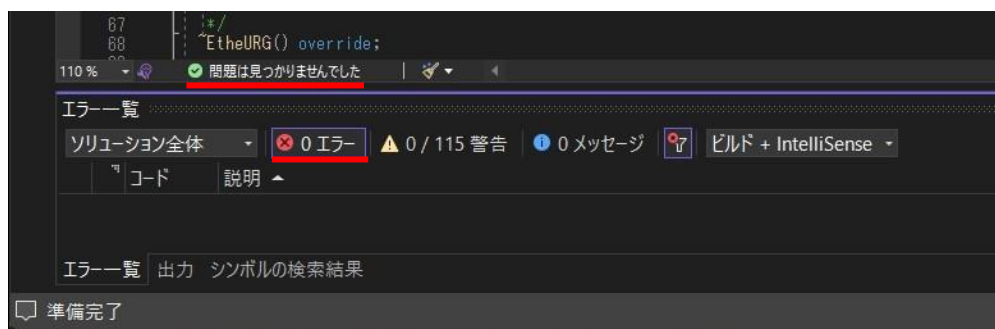
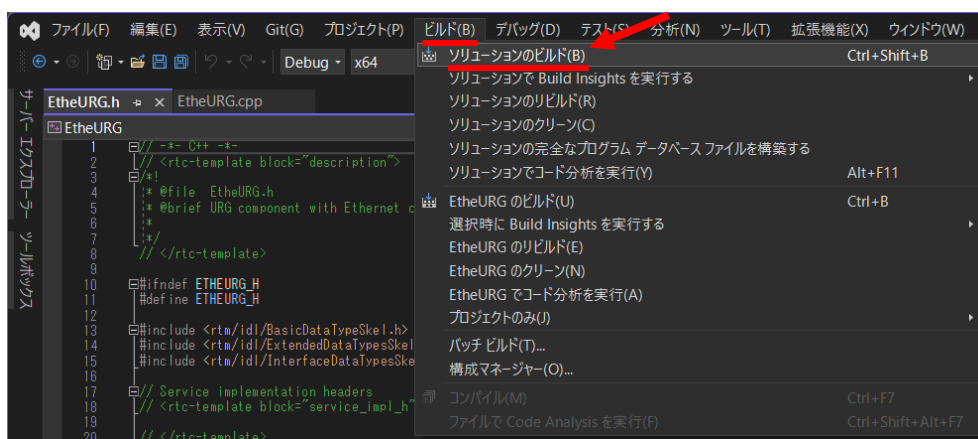

図 17 画面下部のエラー一覧にエラーが表示されていない状態
図 18 [メニューバー]の[ビルド]の中にある[ソリューションのビルド]
- ② 図 17 のように Visual Studio の画面下部のエラー一覧にエラーが表示されていないことを確認し, 図 18 のように[メニューバー]の[ビルド]の中にある[ソリューションのビルド]をクリックする。